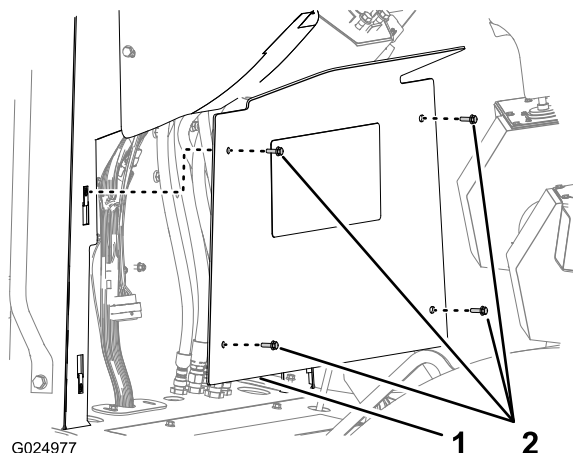

Figura 116
1. Remova os 4 parafusos sextavados flangeados (6 x 20 mm) que prendem o painel do console inferior ao console e remova o painel (Figura 116).
3. Alinhe o painel do console inferior ao console (Figura 116).